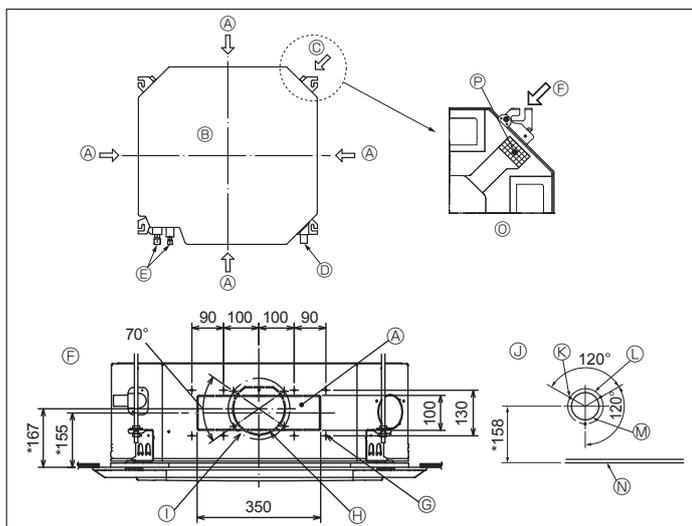

Fig. 3-4
3.4. Hull i grenkanal og inntakshull for friskluft (Fig. 3-4)
Under monteringen skal du bruke hullene i kanalen (utskjæring) som befinner seg på posisjonene vist i Fig. 3-4, når det er nødvendig.